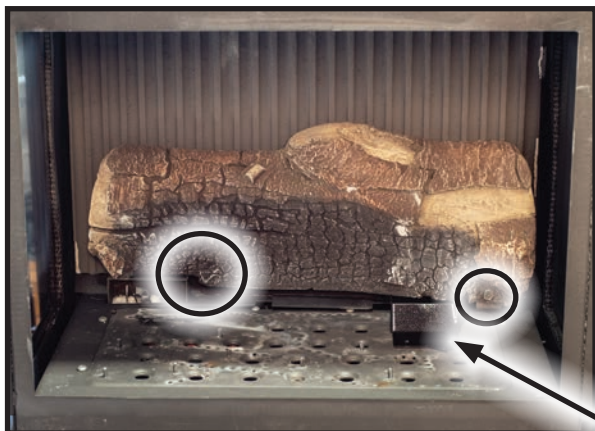

Figure 50. emplacement de la bûche de bois #8
L'emplacement des journaux n'est pas arbitraire. Si elles sont mal positionnées, les flammes peuvent être «pincées» et ne brûlent pas correctement. Toutes les bûches se localisent sur des broches de brûleur ou dans une encoche, ce qui facilite l'alignement. En utilisant les images fournies, installez soigneusement les bûches (voir figures 50 à 60).
1. Placez la bûche n° 8 sur le bouclier de la veilleuse (côté gauche) et le repose-bûches (côté droit) à l'arrière de la chambre de combustion. Faites glisser la bûche vers la gauche jusqu'à ce qu'elle touche l'arrêt des doigts à côté du bouclier de la veilleuse (Figure 50).